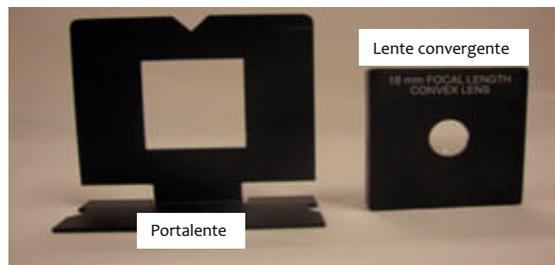

Figura 6.8. Lente convergente y portalente
f) Coloque la lente convergente de 18 mm en el portalente (se pega magnéticamente, figura 6.8).